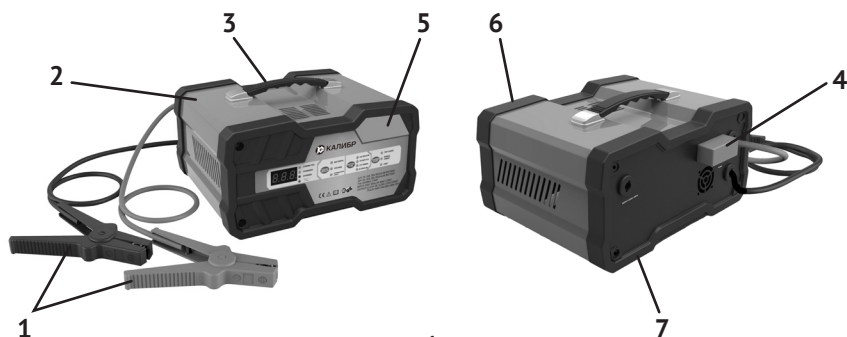

рис.1
1.6 Общий вид ПЗУ представлен на рис.1
1.7 Пуско-зарядное устройство состоит из электрических элементов с инверторным блоком и микропроцессором, преобразующих переменный ток в постоянный и управляющих, в автоматическом режиме, процессами зарядки АБ или запуска двигателя с помощью ПЗУ. Все элементы устройства расположены в металлическом корпусе (рис.1 поз.2), закрытом пластиковыми панелями (рис.1 поз.6 и 7). Элементы управления (сенсорные переключатели) и контроля (трёх-разрядный светодиодный дисплей и индикаторы) выведены на панель управления (рис.1 поз.5) на передней панели (рис.1 поз.6) ПЗУ. На задней панели выведены провода (рис.1 поз.1) с зажимами подключения заряжаемой АБ и кабель питания с вилкой для подключения к сети. В верхней части корпуса находится ручка (рис.1 поз.3) для удобства перемещения ПЗУ. Под пластиковой крышкой (рис.1 поз.4) на задней панели (рис.1 поз.7) находится предохранитель (80 А).
1.8 На цифровом дисплее (рис.1 поз.1) отображается: напряжение подключённой АБ перед зарядкой, напряжение или % заряженности АБ во время зарядки, зарядный ток или интервал последующего запуска двигателя при помощи ПЗУ. По окончании зарядки на дисплее высвечивается сообщение «FUL», информирующая о полной зарядке АБ. Индикаторы дисплея:
- нажав на торцы, снять крышку предохранителя (рис.1 поз.4);